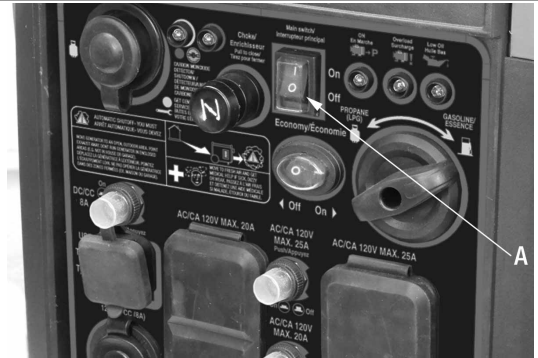

Figure 9
- 1) Appuyez sur l'interrupteur marche/arrêt principal (A) Fig.9 à la position d'arrêt (Off). Il est important de mettre l'interrupteur marche/arrêt principal en position d'arrêt avant de laisser la génératrice sans surveillance.